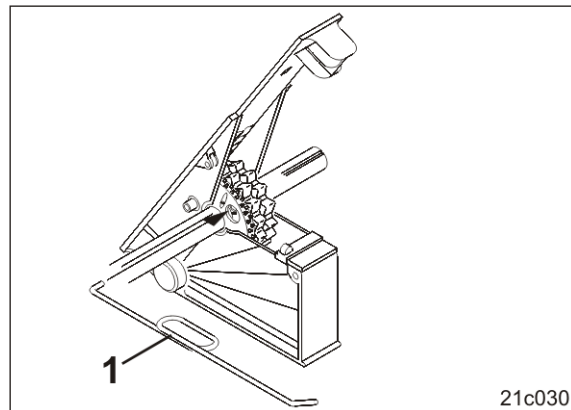

Fig. 140
1. Mit dem mitgelieferten Schlüssel (Fig. 140/1) den Stift hinter der Bohrung bis zum Anschlag in das Normalsärad hinein drücken.